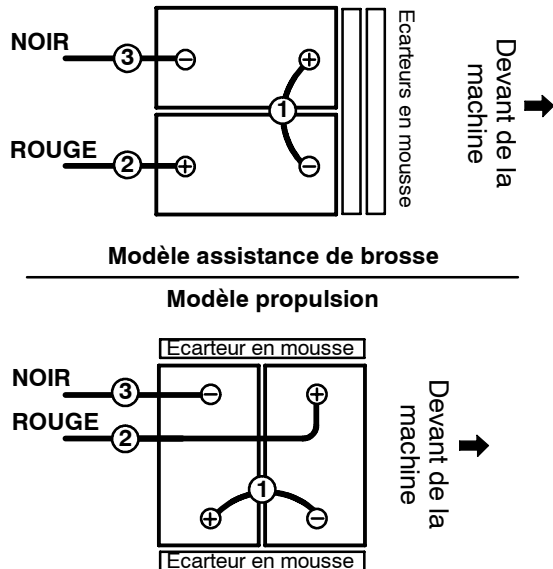

FIG. 2
- Placez avec précaution les batteries dans le chariot du compartiment de batteries et disposez les cosses des batteries comme illustré (Figure 2). Insérez les deux écarteurs en mousse près de les batteries, comme illustré.